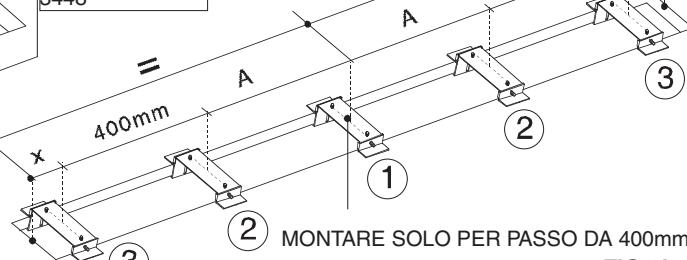

FIG.2a
- Inserire nella cava le staffe di bloccaggio dell'apparecchio e posizionarle in base al disegno con sequenza 1-2-3 ecc . **FIG.2a/b/c.**
- Insert the 3 fixing brackets in the hole and place them according to the drawing. **FIG.2a/b/c.**
- Insérer les 3 étrier de blocage dans le trou et les monter selon le dessin. **FIG.2a/b/c.**